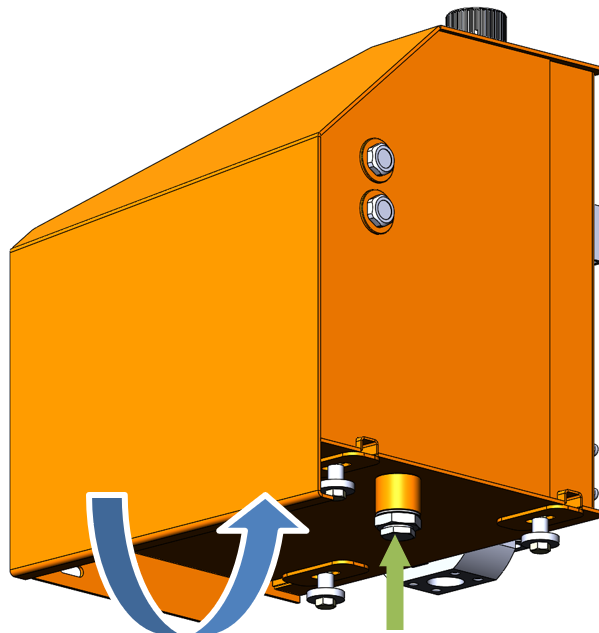

Рисунок 5.71. Сливная пробка на гидравлическом баке
- ▶ Отвернуть пробку-колпачок со сливного клапана на нижней стороне гидравлического бака, см. рис. 5.71 (показано стрелкой).